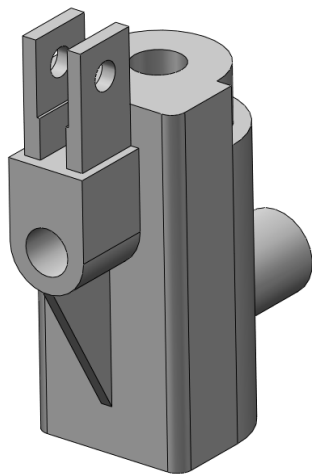

图 12-88 切除实体 2
**06** 拉伸-切除实体。单击“特征”控制面板中的“拉伸切除”按钮, 此时系统弹出“切除-拉伸”属性管理器。选择上步绘制的草图为拉伸截面, 设置方向 1 和方向 2 终止条件为“完全贯穿”, 然后单击属性管理器中的“确定”按钮, 结果如图 12-88 所示。